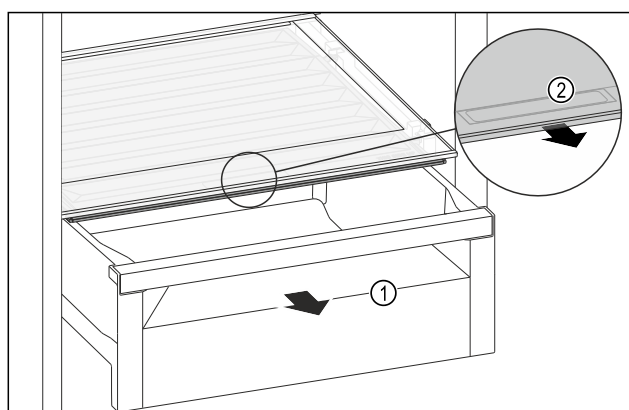

Fig. 188
- Tërhiqni jashtë sirtarin Fig. 188 (1).
- Kapni dorezën e futur Fig. 188 (2) në kapakun e ndarjes dhe në të njëjtën kohë tërhiqni përpara kapakun e ndarjes.